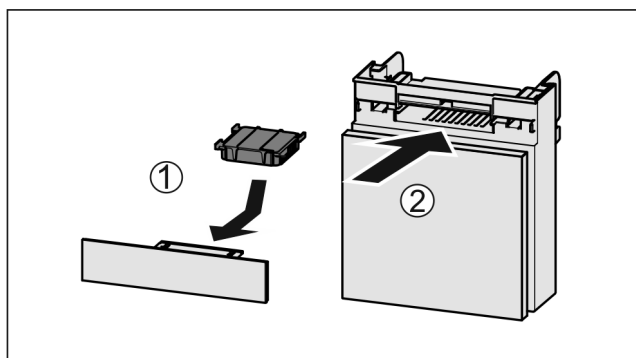

Fig. 70
- ▶ Inserte Fig. 70 (1) el filtro de carbón activado según se indica en la ilustración.
- ▶ Inserte Fig. 70 (2) el compartimento.